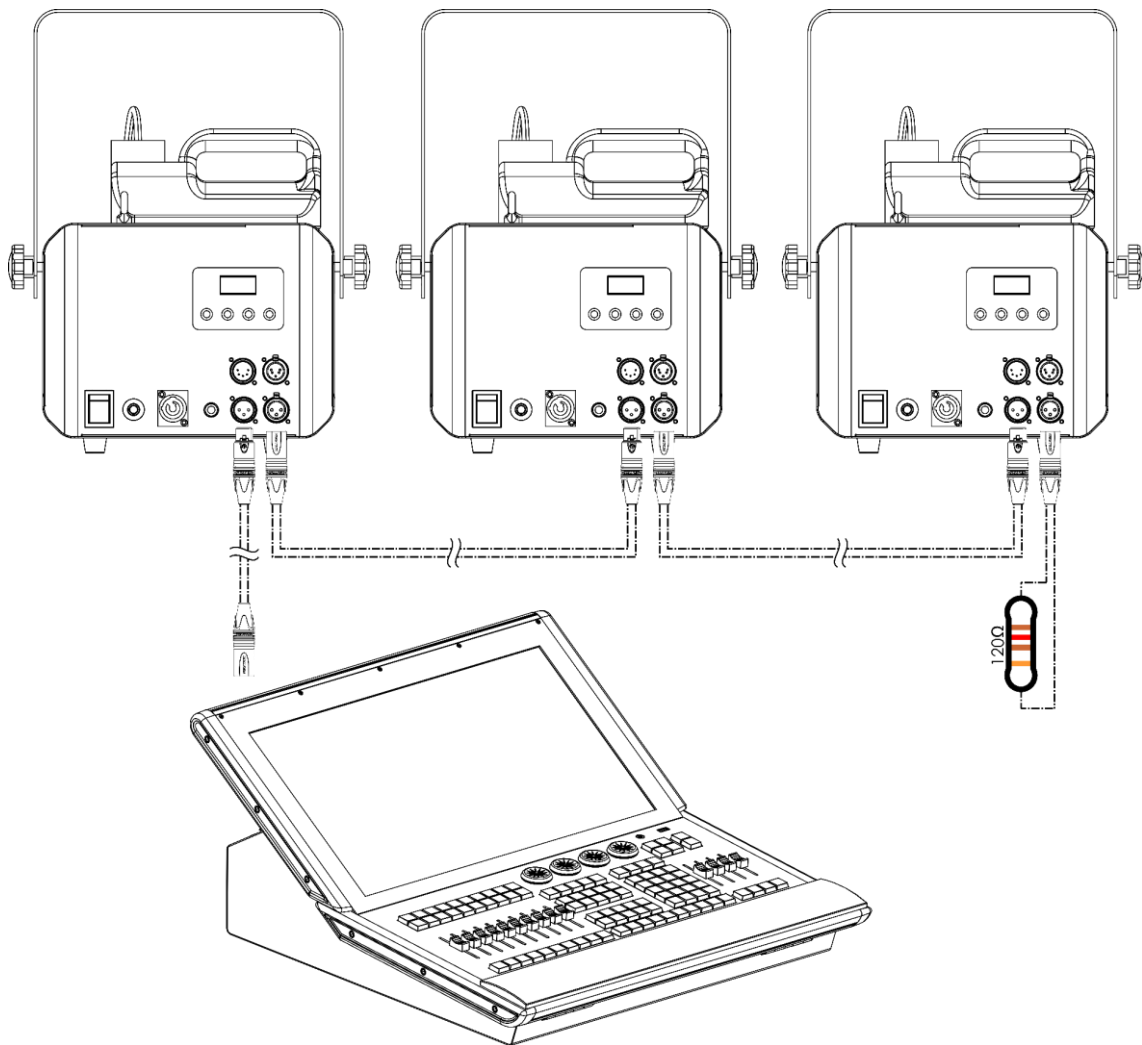

Fig. 07
- 03) Répétez l'étape 2 pour connecter tous les appareils en guirlande, comme indiqué sur la Fig. 07.